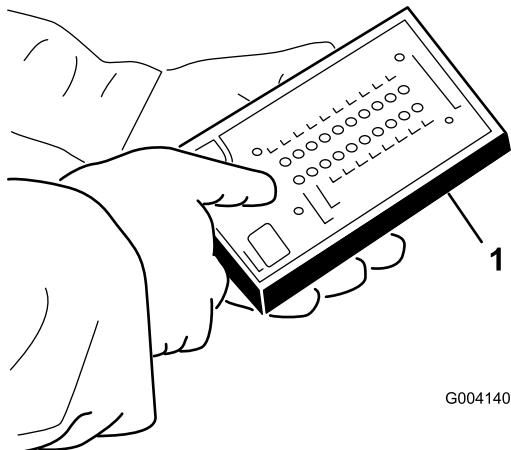

Figura 49
- Collegate il connettore del display diagnostico ACE al connettore del cablaggio preassemblato (Figura 49).